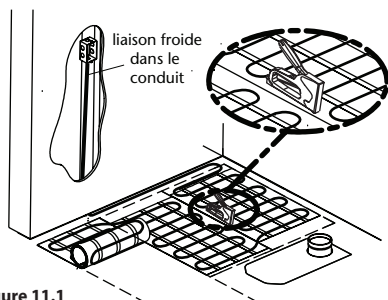

Figure 11.1
- Sur un sous-plancher de contreplaqué, pour éviter que les extrémités du treillis ne retroussent, agraffer le treillis (figure 11.1);